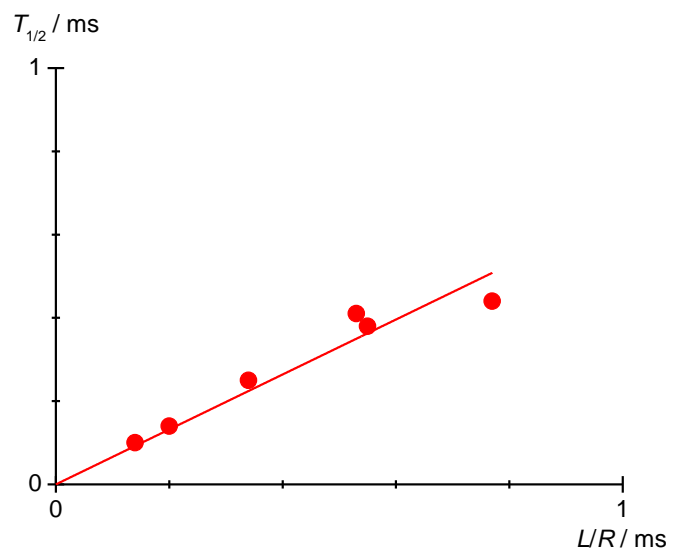

Fig. 6: Meia-vida $T_{1/2}$ em dependência da indutividade L / R .
- Aplicar as meias-vidas $T_{1/2}$ da Tab. 5 contra os quocientes L / R em um diagrama e adaptar uma reta de origem (Fig. 6).
- Para a verificação da equação (3), determinar, a partir da inclinação da reta m , o fator de proporcionalidade $\ln 2$.